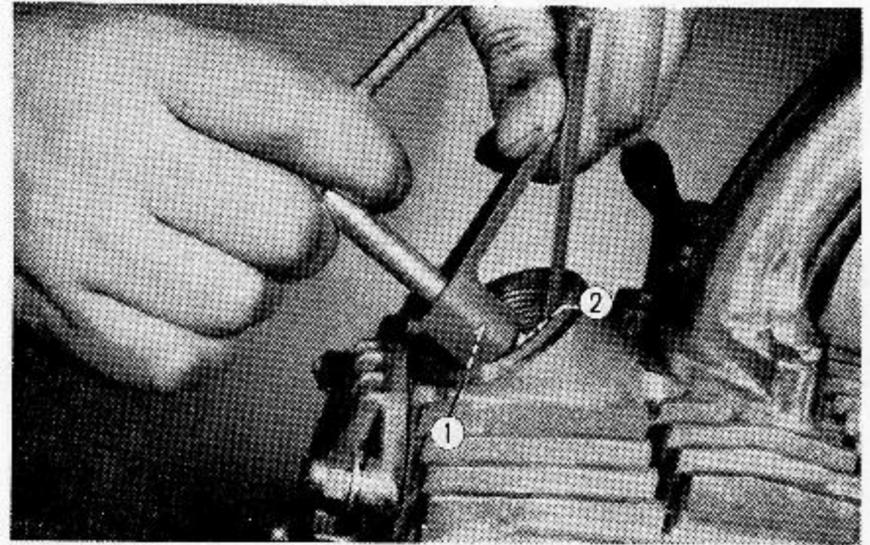

Abb. 6.3 Gegenmutter der Stellschraube anziehen
- (1) Das Ventilspiel muß bei kaltem Motor eingestellt werden. Eine $0,05 \text{ mm}$ Fühlerlehre benutzen.
- (2) Nach der Einstellung muß die Stellschraube mit dem Schraubenzieher festgehalten werden, während die Gegenmutter vorsichtig angezogen wird. Das Ventilspiel nach Anziehen der Mutter nochmals prüfen. (Abb. 6.3)